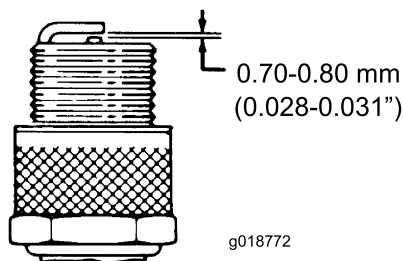

Figure 23
3. Réglez l'écartement des électrodes entre 0,70 et 0,80 mm (0,028 et 0,031 po) (Figure 23). Posez et serrez la bougie avec l'écartement correct à la main pour éviter de fausser le filetage.